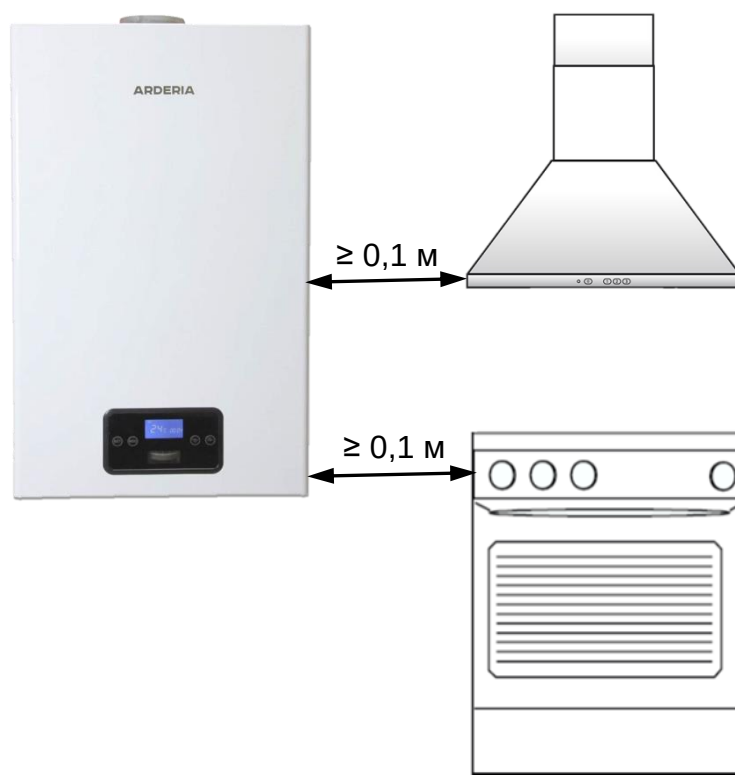

Рис. 11
- Расстояние по горизонтали в свету от выступающих частей котла до бытовой плиты и другого кухонного оборудования различного назначения следует принимать не менее 0,1 м. (См. Рис. 11).